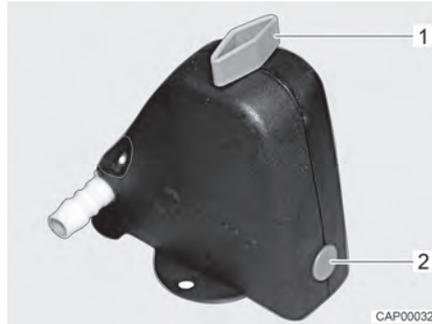

Bild 81 Sicherheits-/Ablassventil geschlossen
- Sicherheits-/Ablassventil (Bild 81) öffnen. Dazu Drehknopf (Bild 81,1) längs zum Sicherheits-/Ablassventil drehen. Der Druckknopf (Bild 81,2) springt heraus. Das geöffnete Sicherheits-/Ablassventil ist in Bild 82 dargestellt.